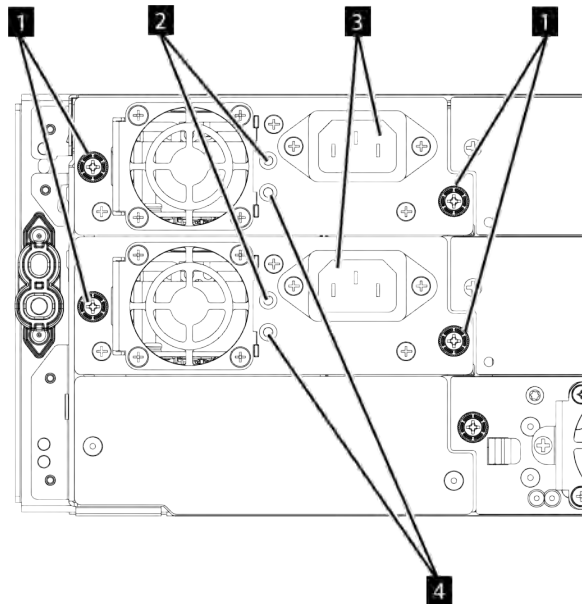

Figura 76. Fuentes de alimentación
1. Si la alimentación CA está enchufada a la fuente de alimentación y la biblioteca está encendida, tanto el LED blanco (2 en Figura 76 en la página 175) y el LED verde (4 en Figura 76 en la página 175).